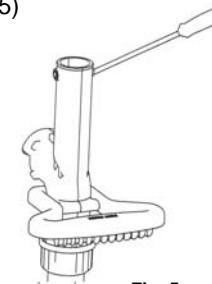

Fig. 5
- Enlevez les vis de la poignée et insérez la poignée à l'intérieur de l'assemblage de raccordement. (Fig. 5)